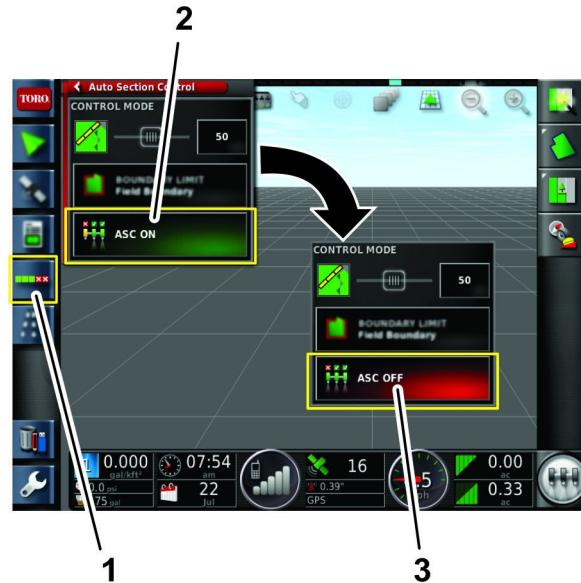

Figure 176
1. Sélectionnez l'icône ASC (contrôleur automatique de section).Figure 176
2. Placez l'icône ASC sur ASC OFF (Figure 176).